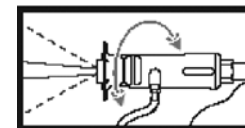

Figure 6
4. Tourner le couvercle de l'embout pour ajuster le motif de pulvérisation de jet à large éventail (Figure 6).